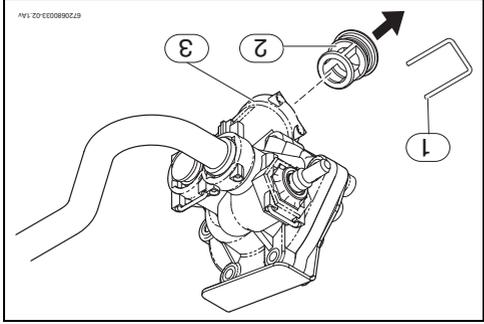

Bild 9
- Klammer aus dem Filtergehäuse (Bild 9, [1]) an der Wassertemperatur entfernen.
- Stopfen (Bild 9, [2]) herausziehen.